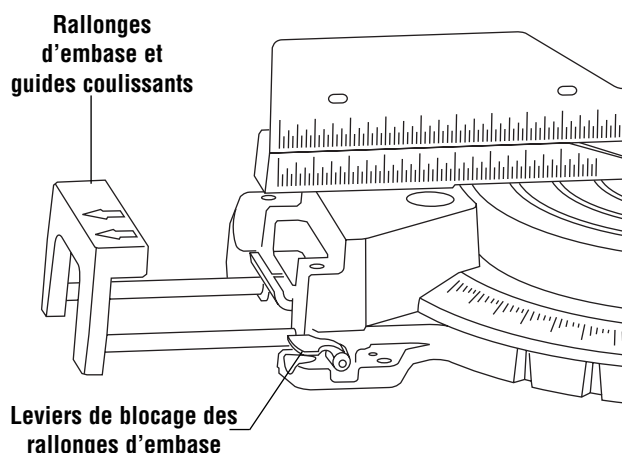

Figure 25. Rallonges d'embase et guides coulissants
1. Desserrez les leviers de blocage des rallonges d'embase (Figure 25).